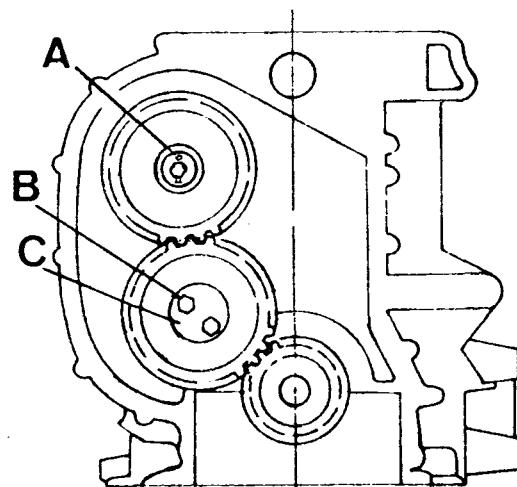

Fig. A1-86 Desmontaje de los engranajes de la distribución
- 1.10. Desmontar el tornillo, la arandela de retención y el frenillo, A (Fig. A1-86) y la placa, C, de fijación engranaje de enlace.
- 1.14. Desmontar el engranaje, D (Fig. A1-86) del cigüeñal haciendo uso del útil, 192056.
- 2.4. Instalar la arandela de tope, chapa de freno y tornillo, A (Fig. A1-86) de fijación del engranaje, aproximando este último sin darle aún su par de apriete para evitar que el árbol de levas pueda variar de posición.
- 2.8. Montar la placa de retención, C (Fig. A1-86) con su canto biselado hacia el exterior y fijada por sus tornillos, B, a una tensión de 4.25 kgm.. Medir el juego longitudinal del engranaje. Dicho juego deberá estar comprendido entre 0,10 mm. y 0,28 mm.
2.9. Apretar definitivamente el tornillo, A (Fig. A1-86) de fijación engranaje árbol de levas, a una tensión de 2,25 á 2,75 kgm. (para tornillos M.10).